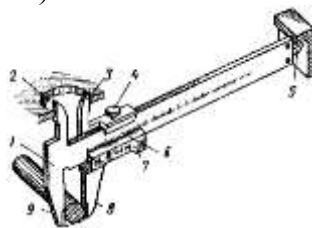

Рис. 1. Конструктивные элементы штангенциркуля.
10. Выбрать правильный ответ (рис.1.):
Для определения линейных размеров тел используются самые различные измерительные приборы. Для простых измерений (в быту) используется масштабная линейка. Если необходимо произвести измерения с большей точностью, пользуются приборами, снабженными нониусами. **НОНИУСОМ** называется дополнительная шкала, которая позволяет более точно отсчитать доли наименьшего деления основной шкалы. При использовании нониуса можно повысить точность измерения в 10-20 раз. Например, **ЛИНЕЙНЫЙ НОНИУС** представляет собой небольшую линейку *С* со шкалой, скользящую по основной линейке *А* (рис.1). Причем все *m* делений нониуса равны по длине (*m*-1) делениям шкалы линейки *А*. Если *a*- цена деления нониуса, *b*- цена деления основной шкалы, то $am = (m-1)b$ (1)
Точность нониуса равна отношению цены деления основной шкалы к числу делений на нониусе. Если $b= 1\text{мм}$ и $m= 10$, то в этом случае точность нониуса равна $1/10=0,1\text{мм}$. Измерения при помощи нониуса проводят следующим образом. Один конец измеряемого предмета совмещают с нулевым делением основной шкалы *А*, другой- с нониусом *С* (рис.1). Можно определить искомую длину тела *L*: